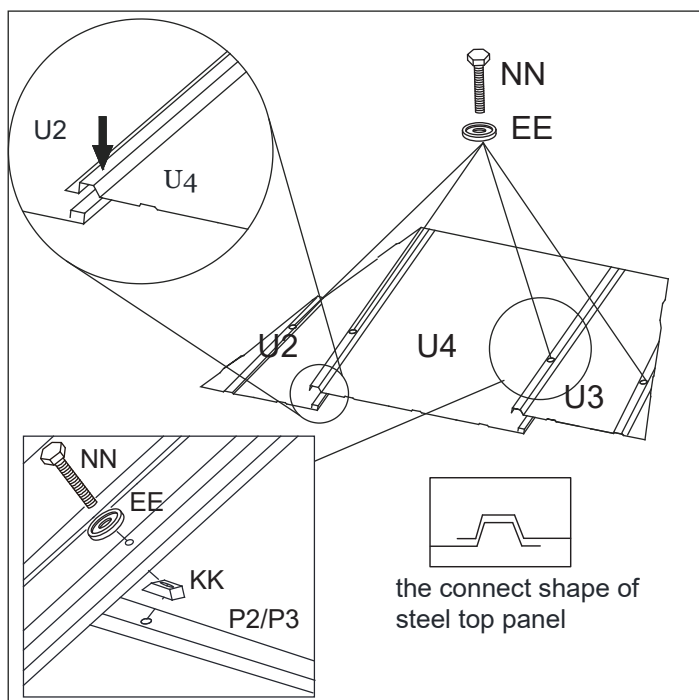

Figure 13-1
13.1 Assembler les panneaux d'évent de toit en plaçant le panneau d'évent de toit - côté long (gauche) (U2) sur le cadre d'évent de toit, puis en plaçant le panneau d'évent de toit droit (U3) sur le cadre d'évent de toit et en le fixant au côté long du cadre d'évent de toit (P2/P3) à l'aide de boulons (NN/EE). Remarque : Le panneau d'évent de toiture droit (U3) doit chevaucher le panneau d'évent de toiture - côté long (droit) (U2). Voir la figure 13.1.